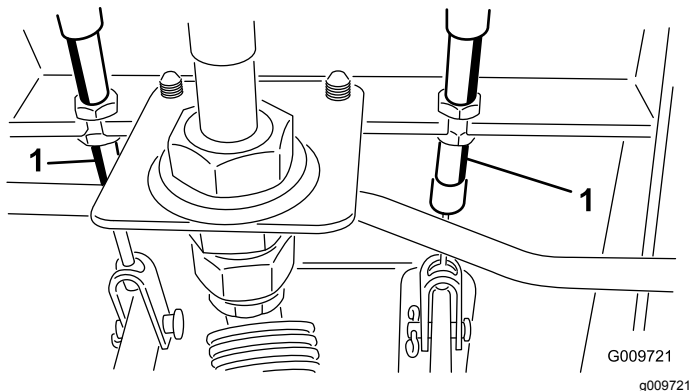

Figura 47
- A. Allentate il dado anteriore sull'estremità filettata del cavo del freno (Figura 47).